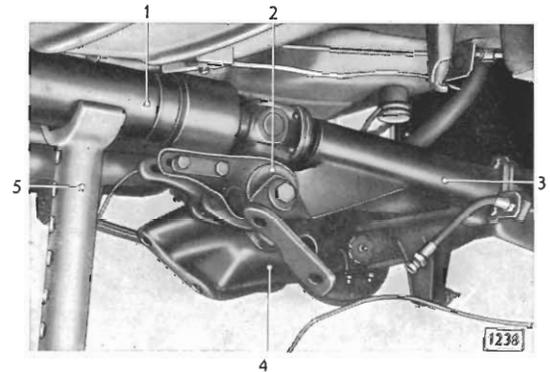

Bild 28 - Stützrohr mit Gelenkwelle vor dem Hinterachsgelenk abgestützt
- 9. Gelenkbrücke (28/4) nach unten schwenken und Stützrohr (28/1) mit Gelenkwelle vor dem Hinterachsgelenk mit Montagebock abstützen (Bild 28).